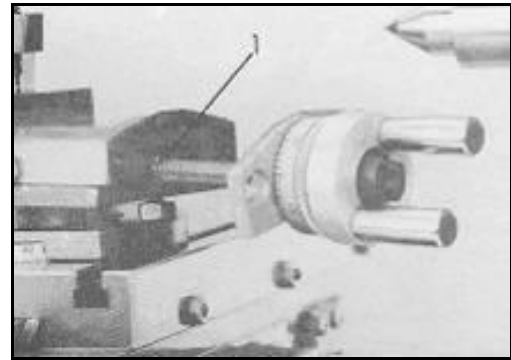

*Рис.29*
Снимите верхний суппорт и отрегулируйте резьбовой штифт (1, *Рис. 29*) таким образом, чтобы винт был снова без зазора соединен с гайкой.
Открутите две гайки (1, *Рис.29*) справа на фартуке суппорта и отрегулируйте установочные винты (2) таким образом, чтобы половинки гайки ходового винта без зазора были расположены в своих направляющих.